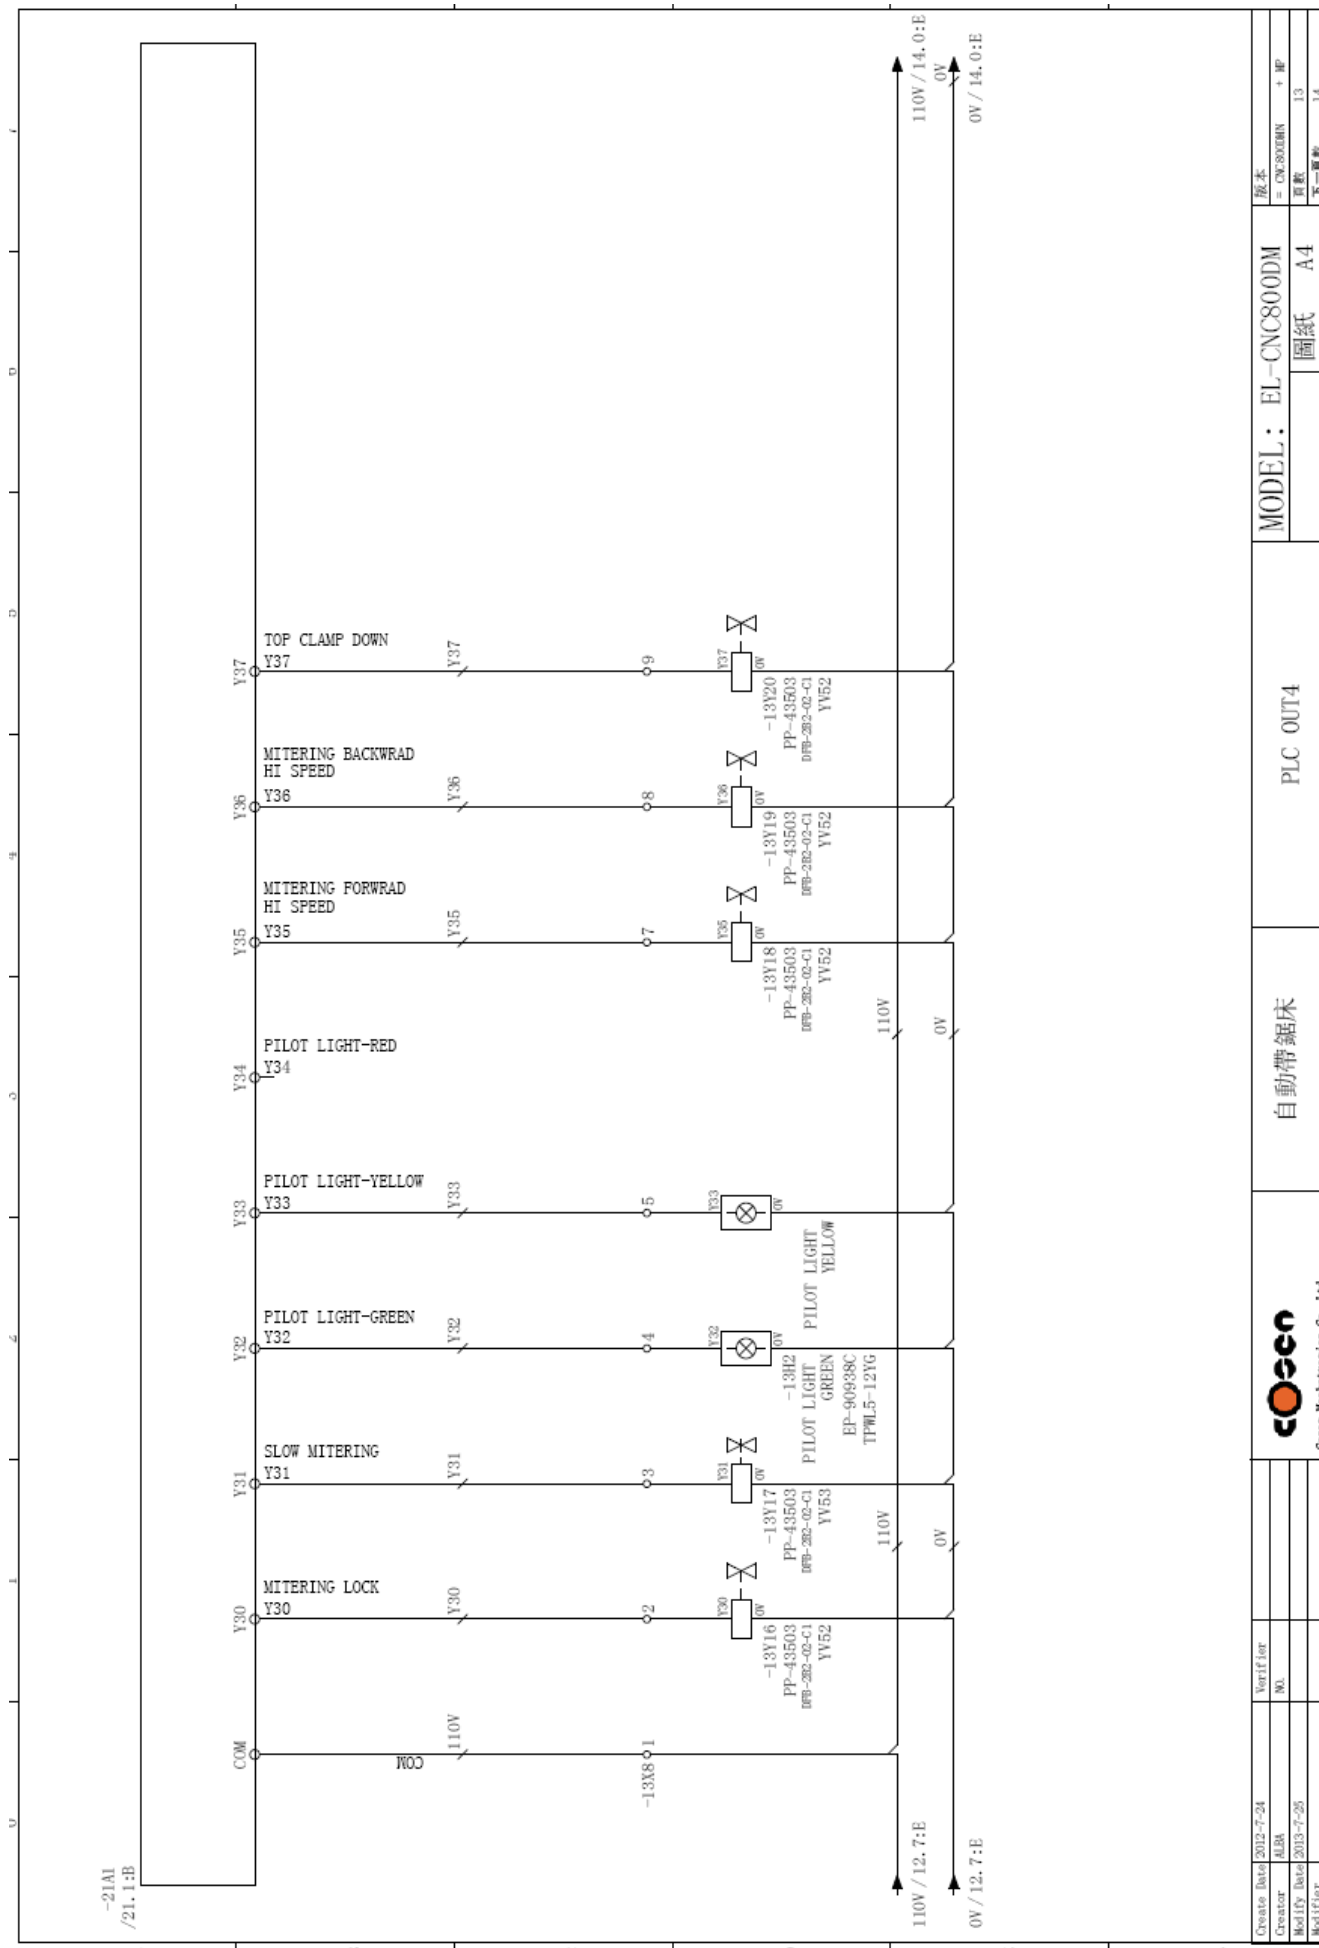

Fig. 5-14 PLC OUT4 layout (CE)
- Fig. 5-14 PLC OUT4 layout (CE)